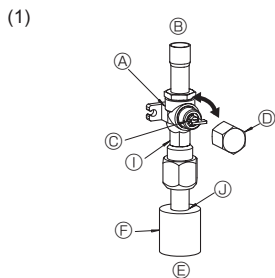
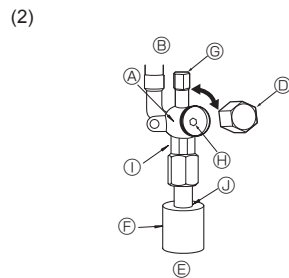

Fig. 4-6
Fig. 4-7
- (1) Gasside (Fig. 4-6)
- ① Afmonter hættten, træk håndtaget hen imod Dem og drej en 1/4 omgang mod uret for at åbne.
- ② Kontrollér, at stopventilen er helt åben, skub håndtaget ind og drej hættten tilbage til den oprindelige position.
- (2) Væskeside (Fig. 4-7)
- ① Fjern dækslet, og drej ventilspindlen mod uret så langt som muligt vha. en 4 mm sekskantet skrueøggle. Stop med at dreje, når den når stopperen (Ø9,52: ca. 10 omgang).